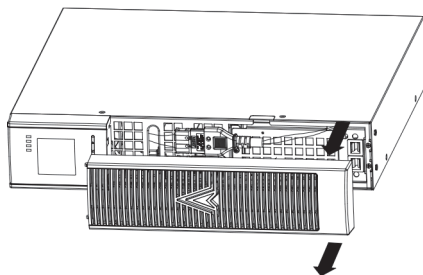

Рисунок 12.
1. Снимите переднюю пластиковую панель ИБП, потянув за ее правую часть, не трогая ЖК-дисплей. Рис. 12.